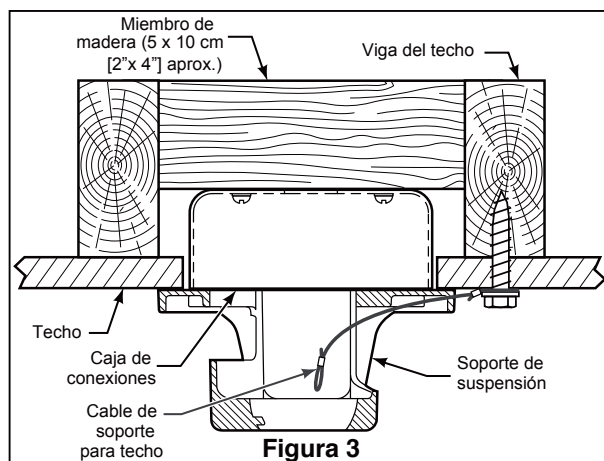

Figura 3
1. Perfore un orificio de 1/4" en la estructura del edificio para evitar grietas con la instalación del tornillo de intervalo. Utilice el tornillo de intervalo de 3/8"x 2" y la arandela plana para fijar el cable de seguridad a la viga del techo o a la estructura de madera. Dicho tornillo pasará a través de arandela plana, la presilla del cable de seguridad y se fijará en la estructura del edificio. (Figura 3)
NOTA: el cable de soporte para techo no se puede asegurar solamente a la caja de conexiones; se debe asegurar directamente a la viga de techo o miembro estructural con el tornillo de cabeza cuadrada de 3/8"x2" y la arandela plana. (Figura 3)